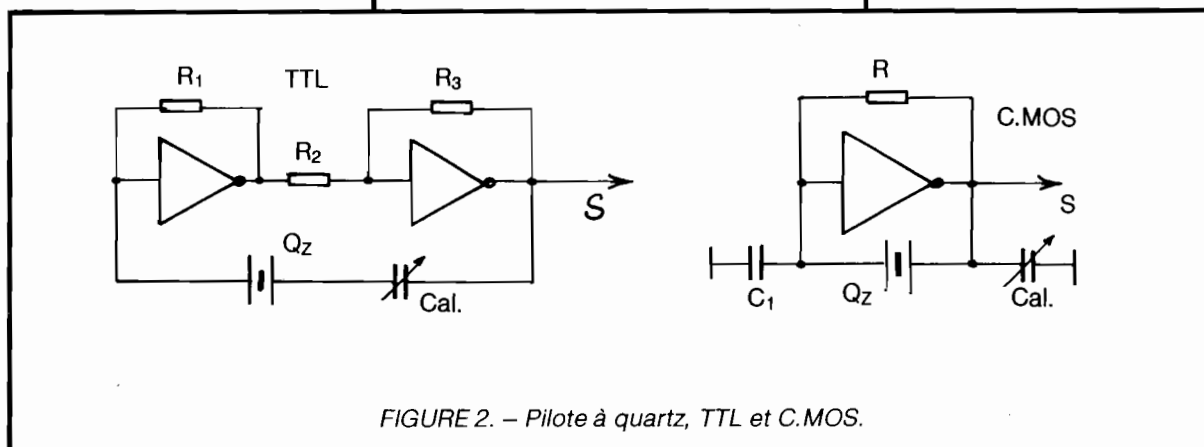

FIGURE 2. – Pilote à quartz, TTL et C.MOS.
– **Quartz simple.** On fait usage d'un quartz mis en oscillation par un étage actif, sans complication particulière. Cet oscillateur peut être à transistor, à circuit TTL ou à C.MOS (voir fig. 2). La solution TTL donne une stabilité assez médiocre, de l'ordre de quelque  $10^{-5}$ . Avec un tel oscillateur, on peut compter sur 5 chiffres vraiment exacts, à condition encore que la température intérieure de l'appareil ne varie pas de plus de 5 à 10 °.